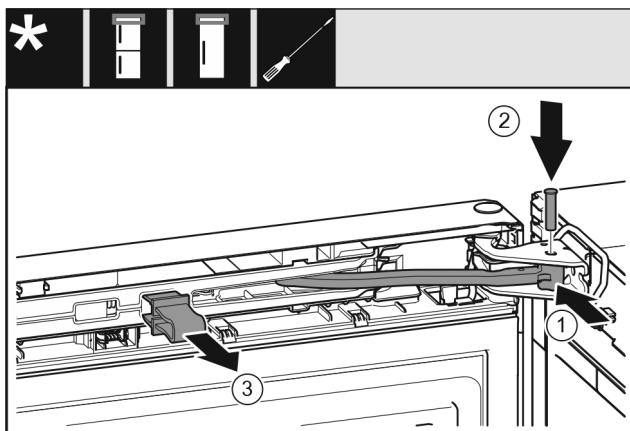

Fig. 50
- Завъртете шарнира в лагерната стойка. Fig. 50 (1)
- Поставете болта в лагерната стойка и шарнира. При това обърнете внимание на това, фиксиращата гърбица да е легнала правилно в жлеба. Fig. 50 (2)
- Свалете предпазителя. Fig. 50 (3)